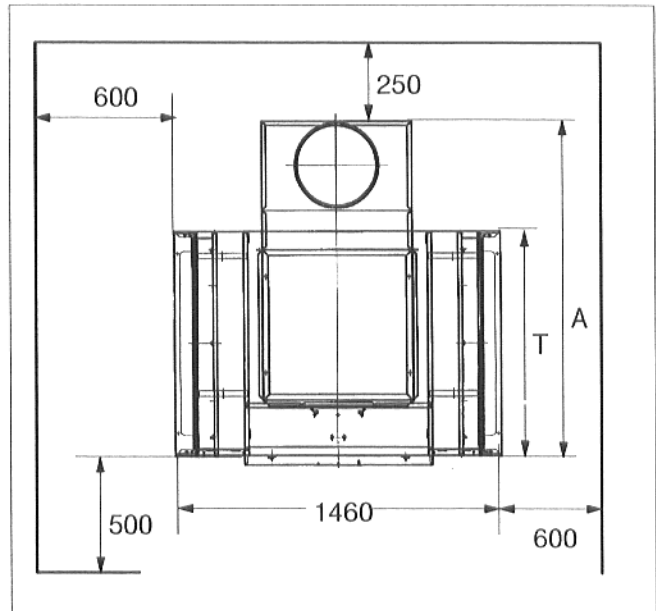

Abb.3: Maße in mm
Der Kessel sollte auf ein etwa 50 – 70 mm hohes Fundament gestellt werden. Die Abmessungen des Fundamentes richtet sich nach der jeweiligen Kesselgröße, s. dazu Abb. 3 und Tabelle 2.
- Bei der Aufstellung des Kessels müssen rechts und links neben dem Kessel die in Abb. 3 angegebenen Wandabstände für Service- und Wartungsarbeiten unbedingt eingehalten werden.